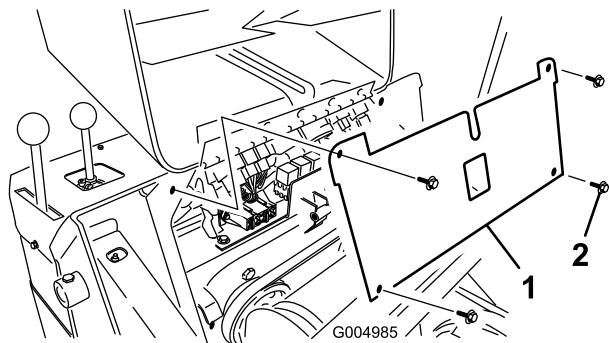

Figura 41
- Retire los 4 tornillos que sujetan el panel de fusibles, luego tire del panel hacia fuera y hacia arriba para retirarlo (Figura 41).